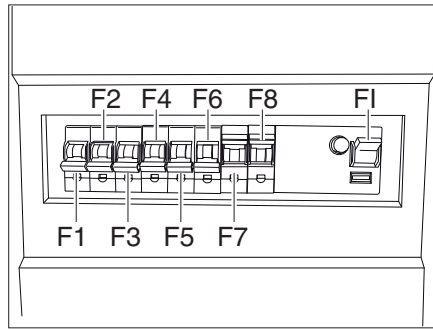

Fig. 182 Caja de fusibles
- Conectar los fusibles F4-F6 (Fig. 182).